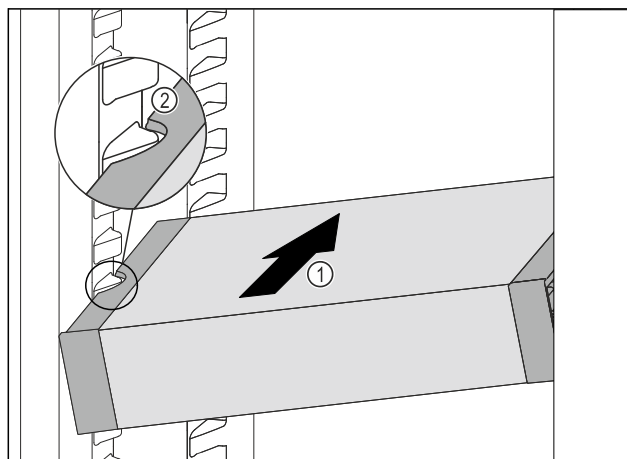

Fig. 127
- ▶ Împingeți VarioSafe oblic în frigider Fig. 127 (1), până când degajările laterale Fig. 127 (2) ale VarioSafese află la înălțimea nervurii recipientului din frigider.